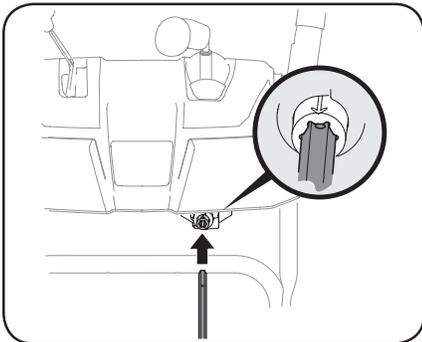

Figura 2-26
6. Inserte la varilla de control del canal dentro del engranaje del piñón por debajo de la palanca de control. Asegúrese de alinear el orificio en la varilla hexagonal con la flecha en el engranaje del piñón. Consulte Figura 2-26.